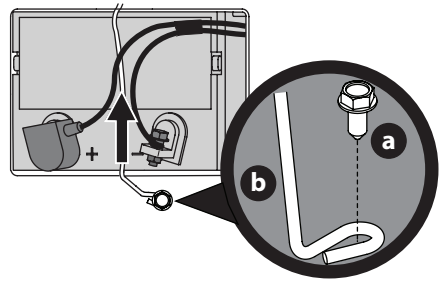

Figure 20
3. Retirez la vis à bride hexagonale (a) fixant le support de fixation de la batterie (b) au châssis. Relevez ensuite le support de fixation de la batterie (b) pour dégager la batterie (Figure 20).